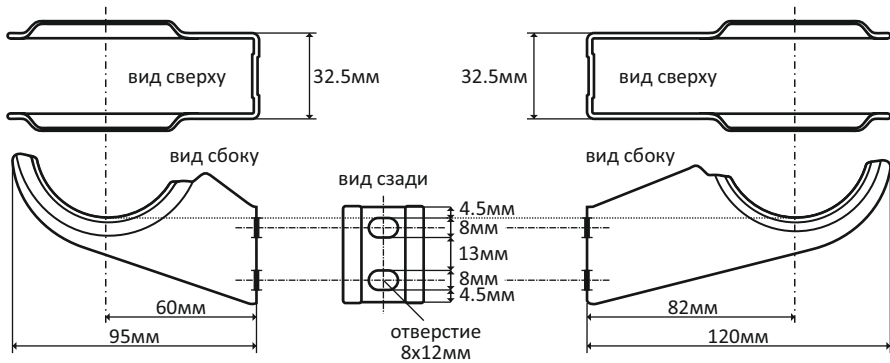

Рисунок 2.1 - Кронштейн 95мм для 2-х трубчатых радиаторов
4.5. Количество рекомендуемых настенных кронштейнов (не входят в комплект) для монтажа к кирпичной или бетонной стене указано в таблице 2. Количество кронштейнов зависит от количества секций. Кронштейны Аххiнот производятся под радиаторы Аххiнот и спроектированы таким образом, что верхняя часть верхнего отверстия совпадает с кромкой центра полукруга крюка (см. рисунок 2.1, 2.2, 2.3).